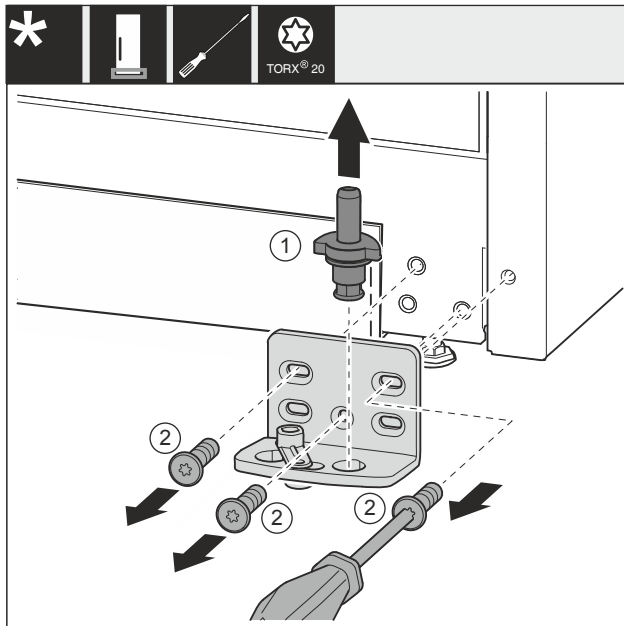

Fig. 22
- Lagerbolzen Fig. 22 (1) komplett nach oben herausziehen.
- Schrauben Fig. 22 (2) mit Schraubendreher herausdrehen und Lagerbock abnehmen.